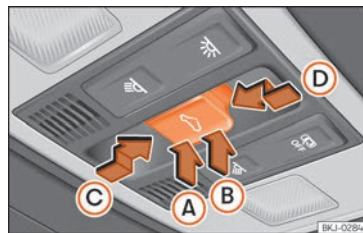

Abb. 61 Im Dachhimmel: Bedienelement für Panorama-Schiebedach.
Der Taster (Abb. 61) hat zwei Stufen. In der ersten Stufe kann das Glasdach ausgestellt sowie ganz oder teilweise geöffnet oder geschlossen werden.
• Innerhalb von etwa 5 Sekunden nach der Aktivierung des Einklemmschutzes, drücken Sie die Taste ⏪ » (Abb. 61) bis zur zweiten Stufe in Pfeilrichtung  bis das Dach vollständig schließt.